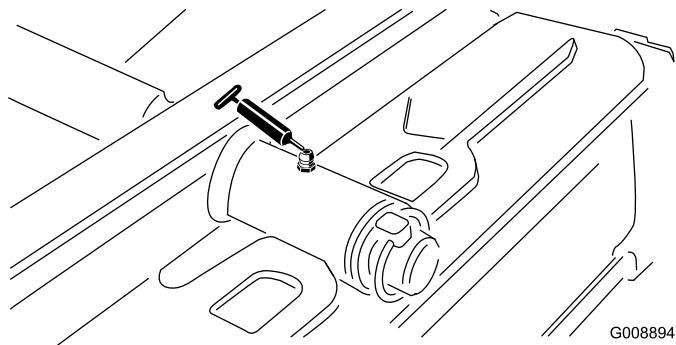

Bild 36
- Drehbüchsen am hinteren Mähwerk (Bild 36)